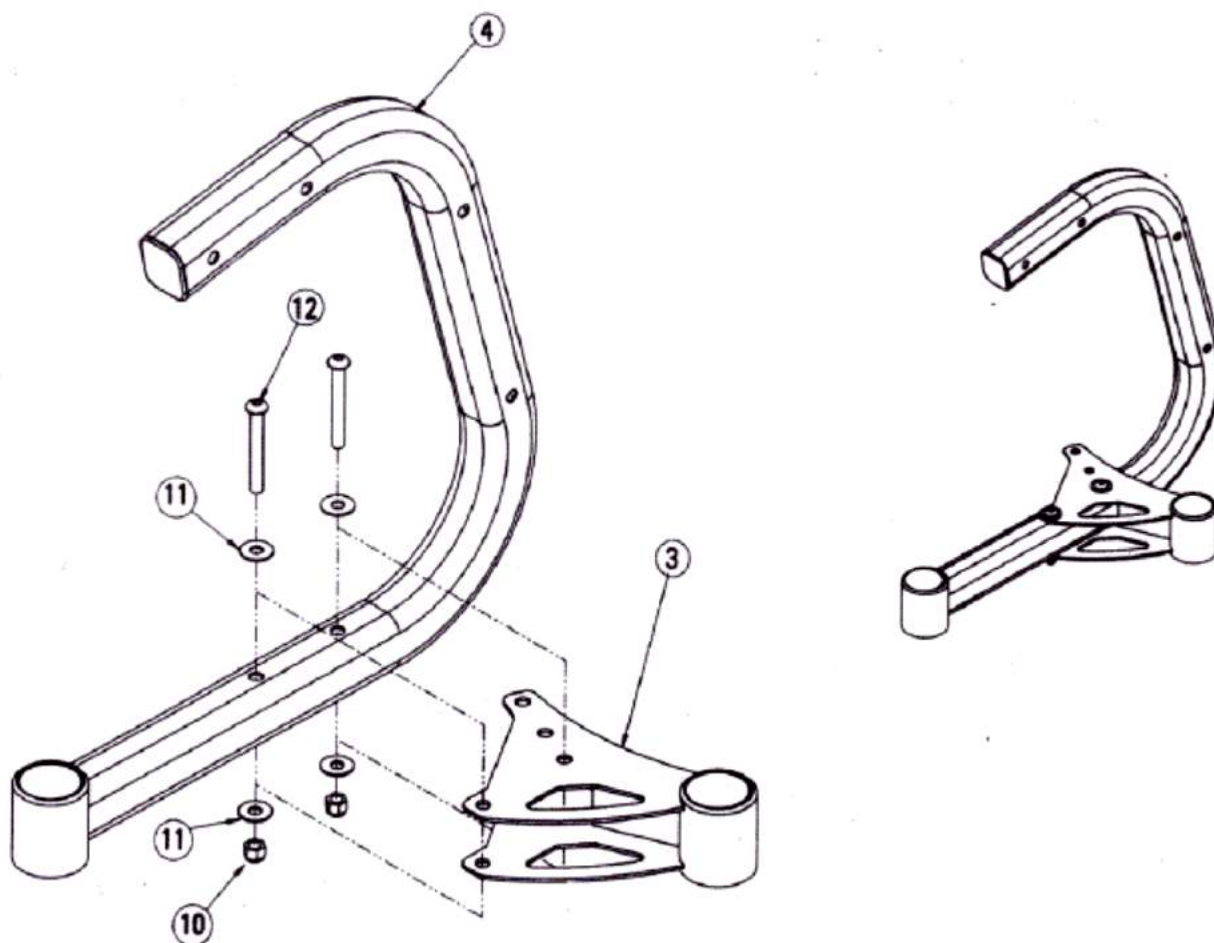

図 2
2.1. 図 2 に示した金属部品を使って、右後ろスタビライザー (3) をスタンド脚部 (4) に取り付けてください。